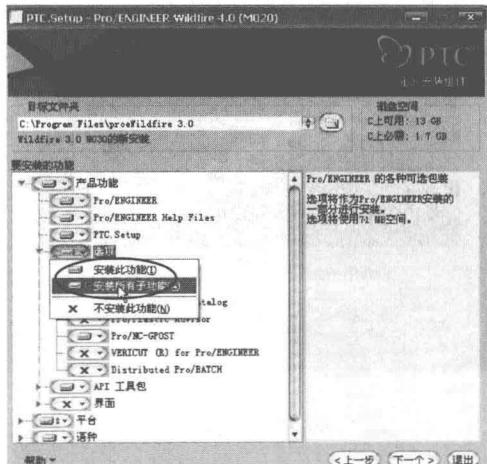
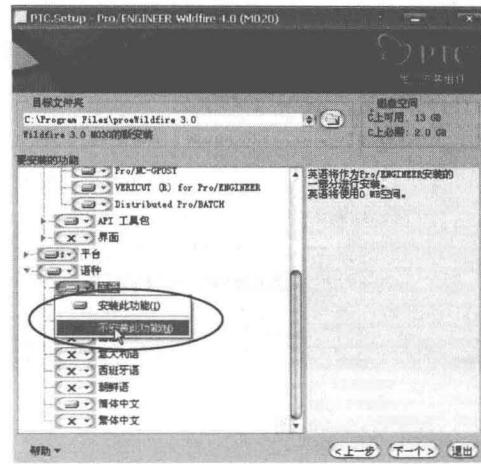

图 1-18
图 1-19
(12) 选左下角【选项】的三角形下拉选项，选择【安装所有子功能】，如图 1-18；【语种】除简体中文外其他都选【不安装此功能】，如图 1-19；其余选项均采用默认设置，按【下一个】。